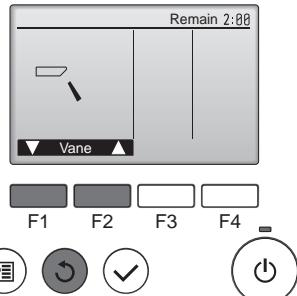

Fig. 6-6
- Compruebe el sistema automático de desviación del aire con los botones **F1** y **F2**. (Fig. 6-6)
- Pulse el botón **③** para volver a "Test run operation" (Modo prueba).
- Pulse el botón **④**.